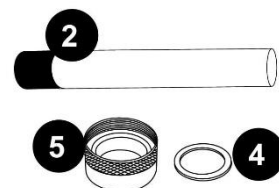

FIGURA 7
- Remova a porca de compressão da **vedação de quartzo** (5) girando-a no sentido anti-horário. Figura 5. Use um par de alicates de bloqueio de canal, se necessário, Figura 6. Observe que há uma compressão de aço inoxidável arruela (4) que desliza sobre o tubo de quartzo, guarde a arruela (4) para uso posterior, Figura 7.
- Agora você está pronto para limpar ou substituir o tubo de quartzo (2). Para limpar o tubo de quartzo (2), siga os passos 7 e 8 e prossiga a partir do passo 9. Para substituir o tubo de quartzo (2), ignore os passos 7 e 8 e prossiga a partir do passo 9.